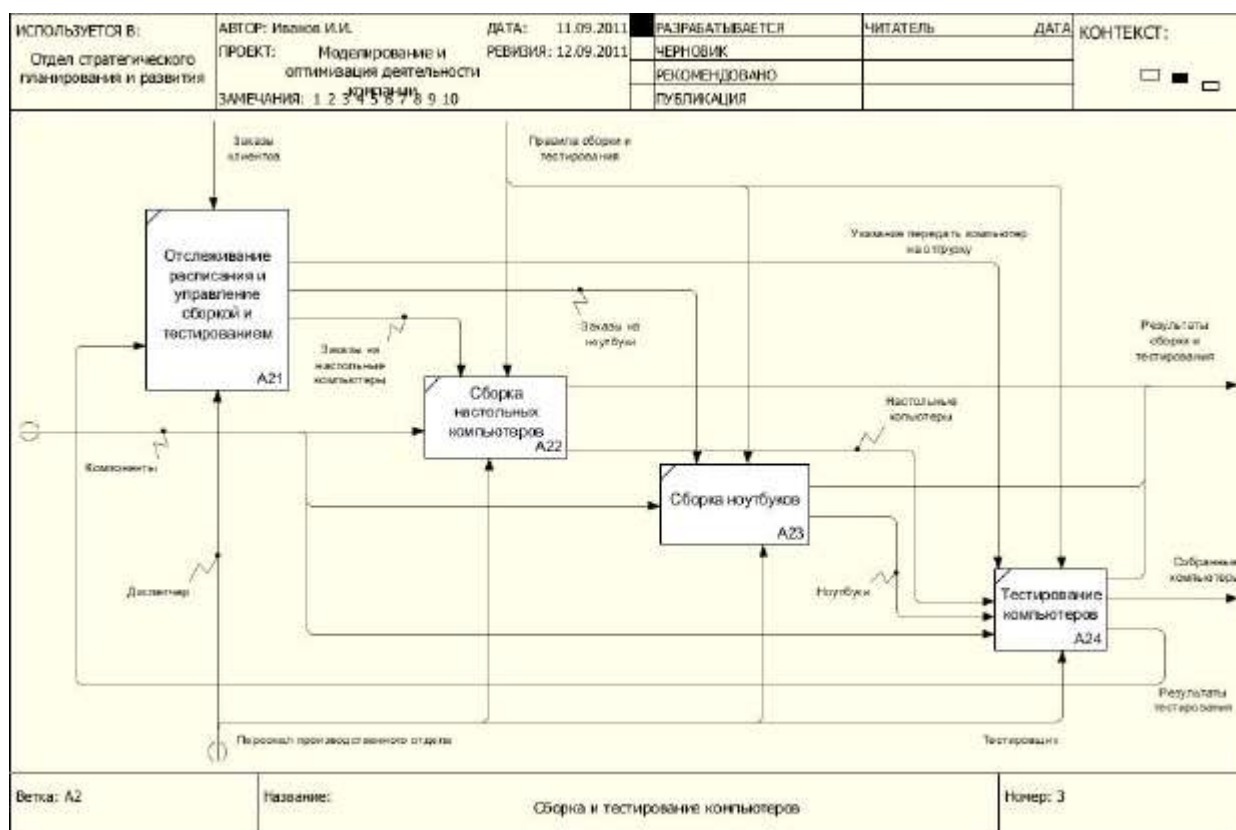

Рис. 9. Результат декомпозиции процесса Сборка и тестирование
2. Произведите туннелирование и связку граничных стрелок, где это необходимо (если выбрать «создать стрелку», она появится на диаграмме более высокого уровня). Результат выполнения Упражнения 3 представлен на рис. 9 и скриншоте **D** (в **Приложении**).